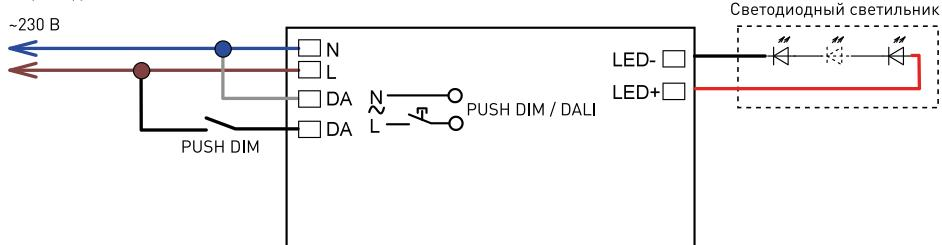

Рис. 2.
- 3.7. В случае использования функции PUSH DIM подключение проведите согласно рис. 2. Выключатель PUSH DIM должен быть нефиксируемым.